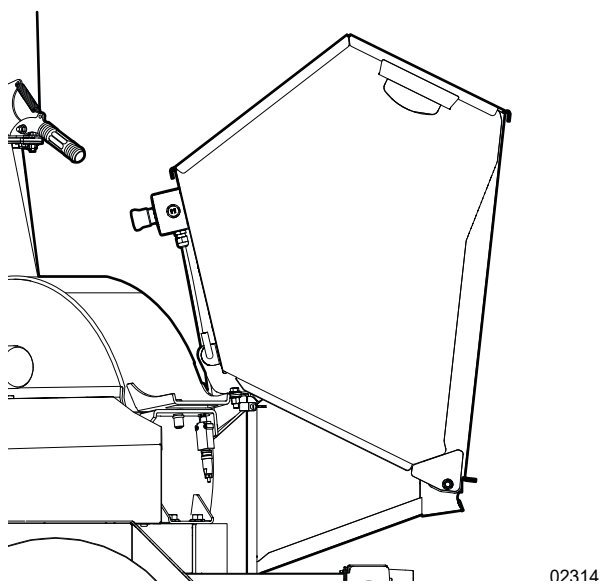

Fig. 15 – Position fermée
2. Abaissez la trémie de déchiquetage dans la position fermée. Voir Fig. 15.